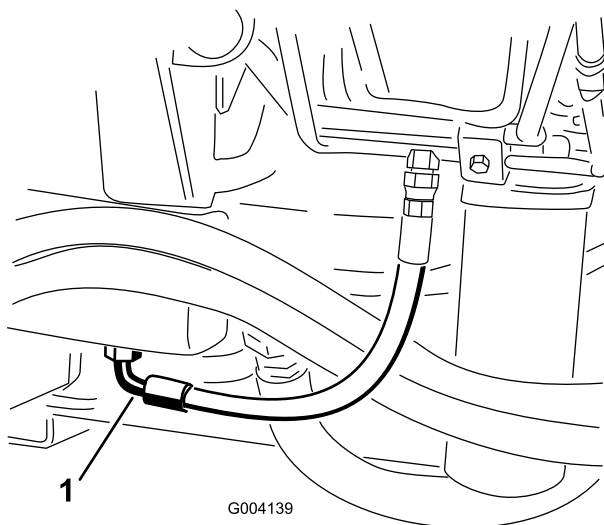

Bild 55
2. Stellen Sie eine große Auffangwanne unter das Anschlussstück, das unten am Behälter der Hydraulikflüssigkeit befestigt ist (Bild 55).